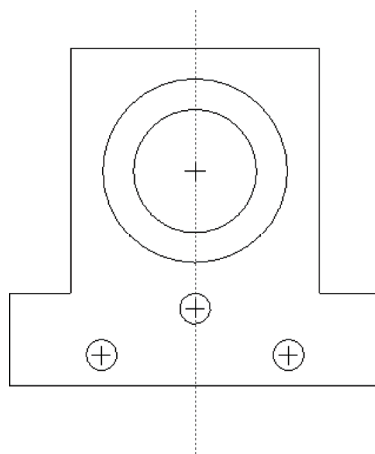

图 3-34 镜像草图
STEP 04 在绘图区中的中心线上单击鼠标左键, 即可镜像草图, 效果如图 3-34 所示。